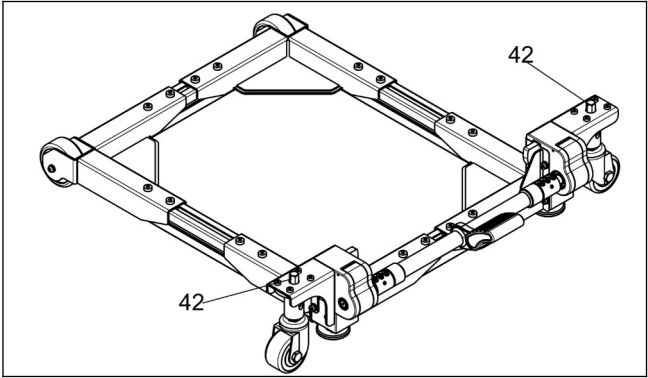

图 11
a.使用两用扳手“D”旋转调节丝杆“42”（顺时针旋转，滚轮上升；逆时针旋转，滚轮下降），使得台面水平且所有滚轮均与地面接触，确保所有支脚底面与地面距离大于10mm。（见图11）